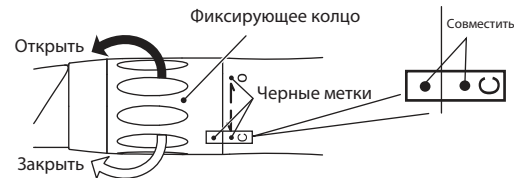

Рис. 1
- 1) Поверните фиксирующее кольцо в направлении отметки [O] до характерного щелчка. (Рис. 1)